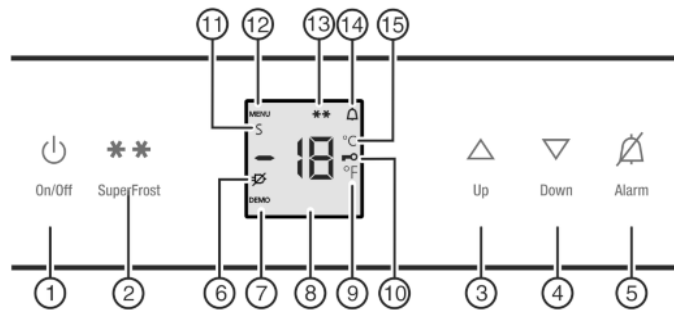

Fig. 2
- ▶ Pulsar tecla On/Off *Fig. 2 (1)*
- ▶ Confirmar con la tecla SuperFrost *Fig. 2 (2)*.
- ▷ El símbolo de seguridad para niños *Fig. 2 (10)* se ilumina en el indicador.
- ▶ Pulse brevemente la tecla On/Off *Fig. 2 (1)*.
- ▶ Activar el modo de ajuste: pulse la tecla SuperFrost *Fig. 2 (2)* durante aprox. 5 segundos.
- ▷ En el indicador se visualiza el símbolo Menú *Fig. 2 (12)*.
- ▷ El símbolo seguridad para niños *Fig. 2 (10)* desaparece.
- ▶ Activar el modo de ajuste: pulse la tecla SuperFrost *Fig. 2 (2)* durante aprox. 5 s.
- ▷ El símbolo de menú *Fig. 2 (12)* parpadea.
- ▶ Utilice la tecla de ajuste Up *Fig. 2 (3)* la tecla de ajuste Down *Fig. 2 (4)* para seleccionar °.
- ▶ Confirmar: pulse brevemente la tecla SuperFrost *Fig. 2 (2)*.
- ▶ Utilice la tecla de ajuste Up *Fig. 2 (3)* la tecla de ajuste Down *Fig. 2 (4)* para seleccionar °F o °C.
- ▶ Desactivación del modo de ajuste: Pulse la tecla On/Off *Fig. 2 (1)*.
- ▶ Pulse la tecla Alarm *Fig. 2 (5)*.
Simultáneamente, parpadea la indicación de temperatura y el símbolo de alarma *Fig. 2 (14)*.
El tono de aviso se desactiva automáticamente, el símbolo de alarma *Fig. 2 (14)* se apaga y la indicación de temperatura deja de parpadear cuando la temperatura vuelve a descender lo suficiente.